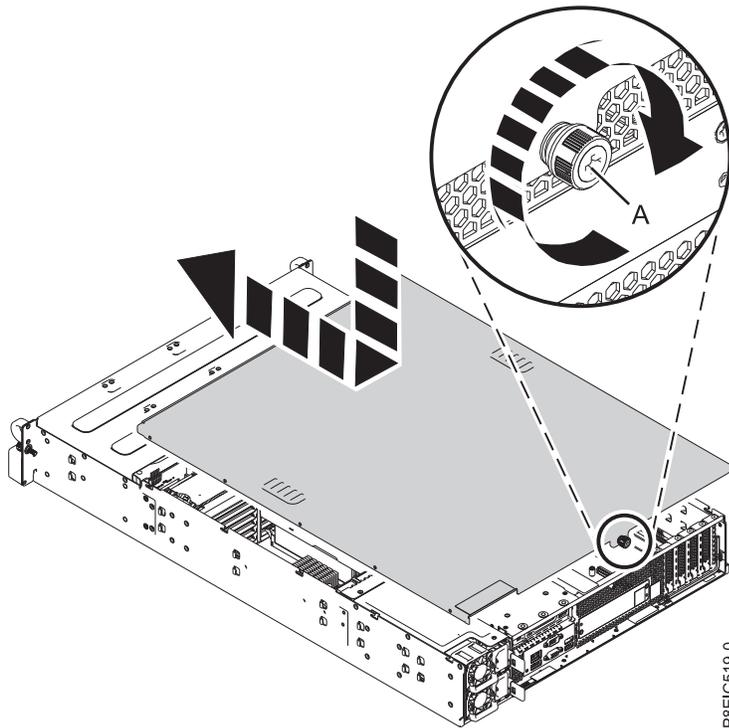

Abbildung 121. Serviceabdeckung wiedereinbauen
1. Legen Sie die Abdeckung so auf die Systemeinheit, dass die Ausrichtungsstifte an der Abdeckung an den Steckplätzen des Chassis ausgerichtet sind. Schieben Sie die Abdeckung nach vorne. Siehe Abb. 121 auf Seite 123.
2. Befestigen Sie die Abdeckung mit der Abdeckungsschraube (A). Siehe Abb. 121.